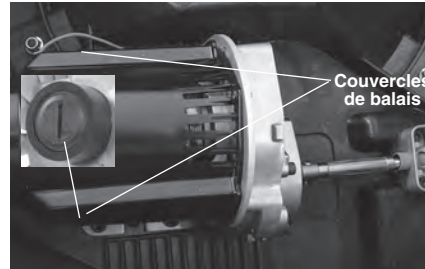

Figure 17 – Inspection et remplacement des balais moteur
2. Servez-vous d'un tournevis pour retirer les couvercles de balais (Figure 17), puis retirez les balais. S'ils sont endommagés ou usés au-delà de $\frac{1}{2}$ " (13 mm) d'épaisseur, remplacez-les.